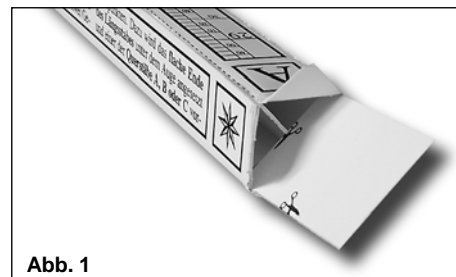

Abb. 1
**Schritt 4:** Schneiden Sie die 20 Verfestigungsstücke [D3] aus und stecken Sie zunächst eines mit den angeschrägten Ecken voran diagonal in das eine Ende des Querstabes. Setzen Sie darüber ein weiteres, aber um 180° verdreht. Die beiden kreuzweise versetzten Verfestigungsstücke füllen jetzt die Kanten des Längsstabes von innen aus und geben ihm dadurch Stabilität (Abb. 1). Schieben Sie sie mit dem Rundholz oder den Filzstiften so tief in den Längsstab, bis sie etwa in der Mitte liegen. Schieben Sie dann immer überkreuz so viele Verfestigungsstücke nach, bis der Querstab von dieser Seite her aufgefüllt ist, und versteifen Sie ihn dann von der anderen Seite her genau so. Sichern Sie die letzten Verfestigungsstücke mit einem Tropfen Klebstoff gegen Herausfallen und schneiden Sie überstehende Enden ggf. ab.